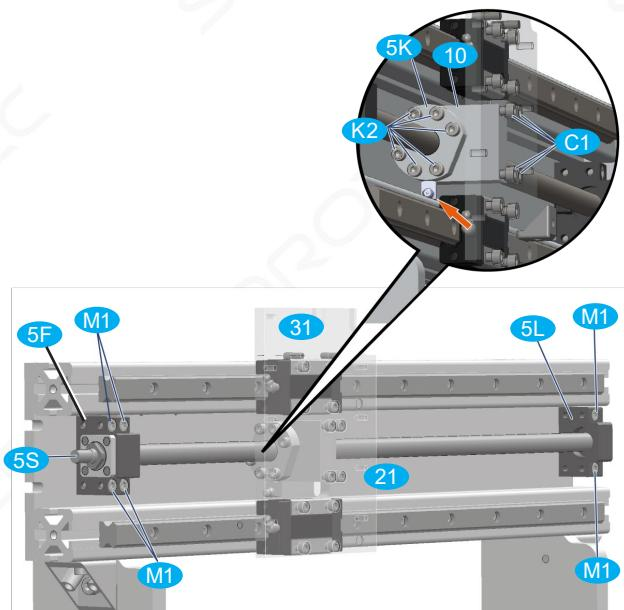

Bild 28: Montage Flanschbock und Y-Schlitten
- Vormontierten Y-Antrieb 5 wie in Bild 28 dargestellt hinter dem Schlitten Y durchführen. Loslager 5L mit 2 und Festlager 5F mit 4 Zylinderschrauben M1 am Portalbalken verschrauben; Schrauben leicht gegenziehen.